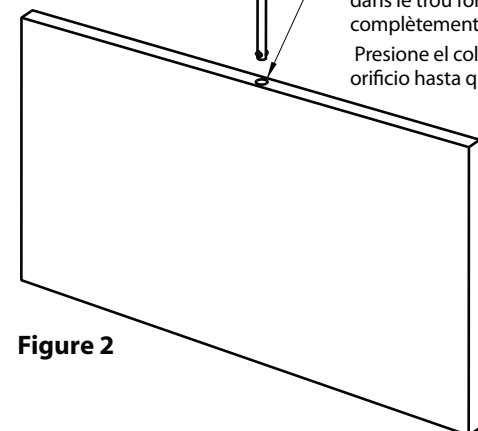

Figure 2
3. Firmly press the valet rod into the bore until it is fully engaged. (Figure 2)
3. Pousser fermement la tringle coulissante dans le trou foré jusqu'à ce qu'elle soit complètement enclenchée. (Figure 2)
3. Presione el colgador auxiliar dentro del orificio hasta que entre completamente. (Figure 2)